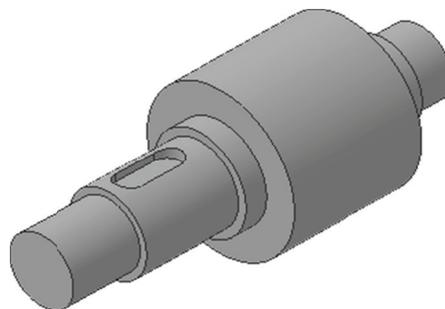

Рис. 7.17
- Закройте эскиз  и примените к нему операцию  **Вырезать выдавливанием** в прямом направлении с типом построения **На расстояние**, равное 4 мм. На валу должен образоваться паз, как показано на рис. 7.17.